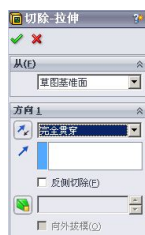
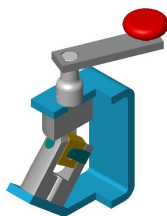

图 8-21 【切除-拉伸】属性设置
图 8-22 生成轴测剖视图
(1) 单击【草图】工具栏中的【矩形】按钮，在装配体的上表面绘制矩形草图。
(2) 在装配体窗口中，选择【插入】|【装配体特征】|【切除】|【拉伸】菜单命令，系统打开【切除-拉伸】属性管理器。在【方向1】选项组中，设置【终止条件】为【完全贯穿】，如图 8-21 所示，单击【确定】按钮，装配体将生成轴测剖视图，如图 8-22 所示。